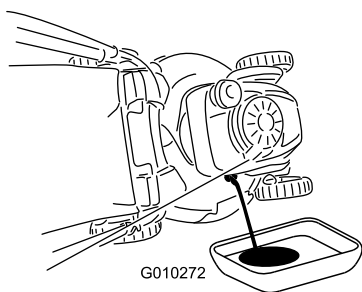

Figure 39
3. Inclinez la tondeuse sur le côté (filtre à air vers le haut) pour vidanger l'huile usagée par le goulot de remplissage (Figure 39).